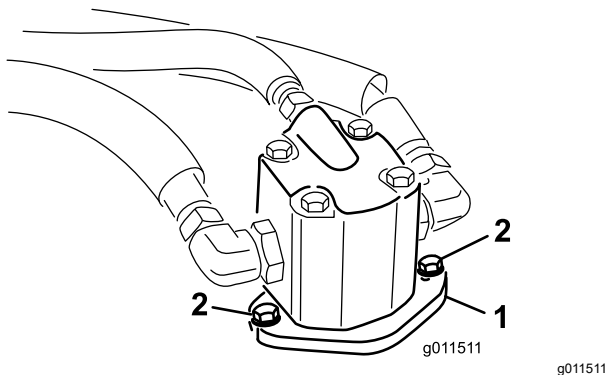

Figura 116
4. Retire los pernos que sujetan el motor hidráulico a la carcasa de corte (Figura 116).